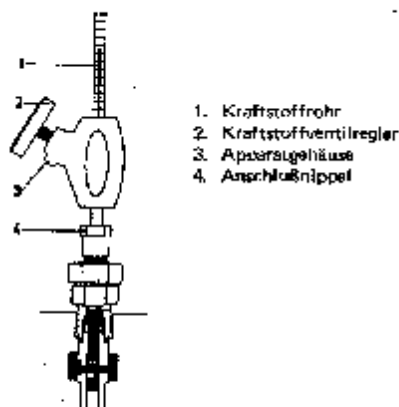

Abb. 43 Kontrolle des Kraftstoffstandes mit Wilbär-Rohr
2. Den Motor in der richtigen Drehrichtung durchdrehen, bis das Kraftstoffrohr (siehe Abb. 43) mit luftfreiem Kraftstoff gefüllt ist.